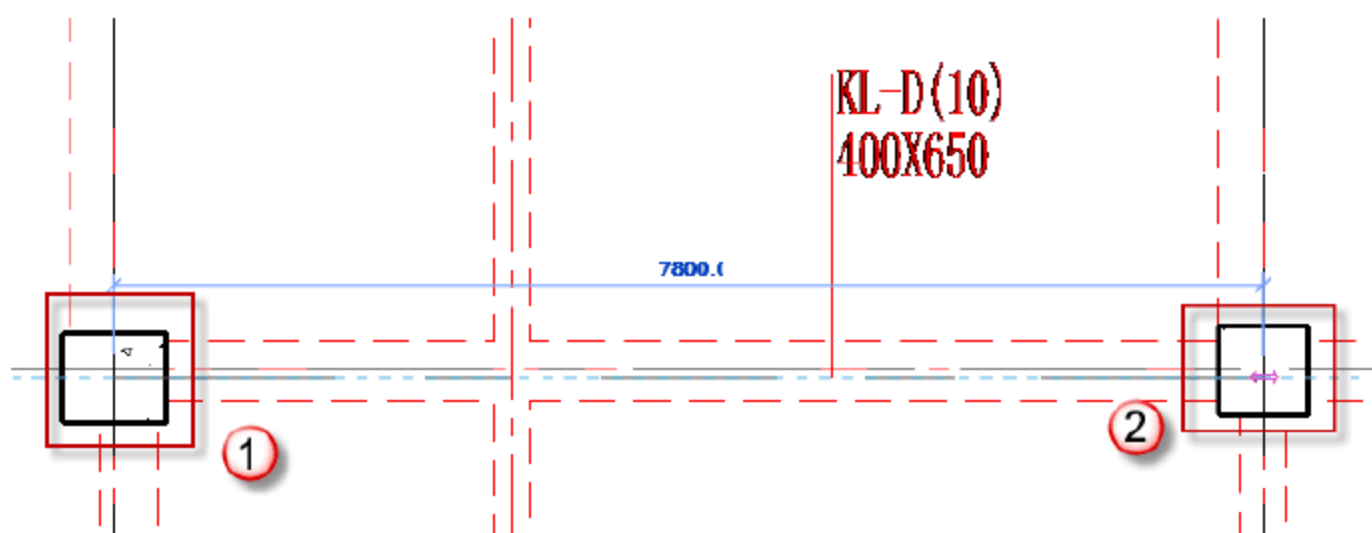

图 4.2.21 绘制 KL-D
(21) 绘制矩形框架梁 KL-D, 按快捷键 B+M, 放置平面为“标高 2”平面视图, 先单击起始柱的中心为起点, 后单击终止柱的中心为终点, 如图 4.2.21 所示。